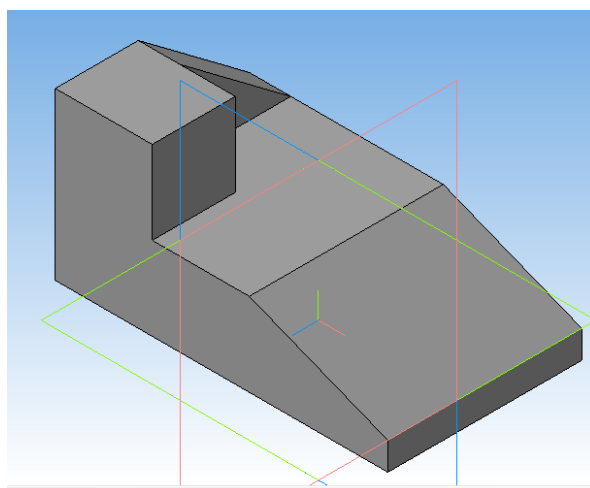

Рисунок 13.31 – Применение команды Вырезать выдавливанием – Через все
17. Выйдите из режима Эскиз. Выберите команду Вырезать выдавливанием – Через все (рисунок 13.31).